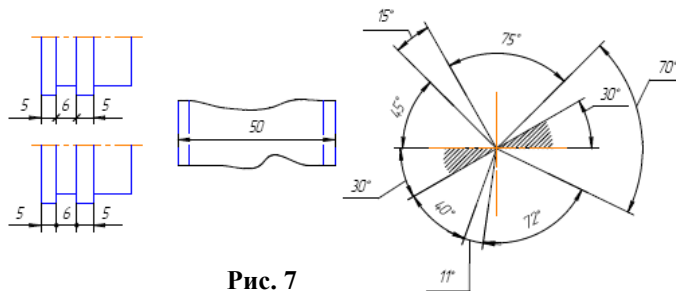

Рис. 7
10. При недостатке места для стрелок на размерных линиях, расположенных цепочкой, стрелки заменяют засечками, наносимыми под углом 45 градусов к размерным линиям или точками, но снаружи проставляют стрелки (рис. 7).
11. При недостатке места для стрелки из – за близко расположенной контурной линии последнюю можно прерывать (рис. 7).
12. Угловые размеры наносят так, как показано на рис. 7. Для углов малых размеров размерные числа помещают на полках линий – выносок в любой зоне.